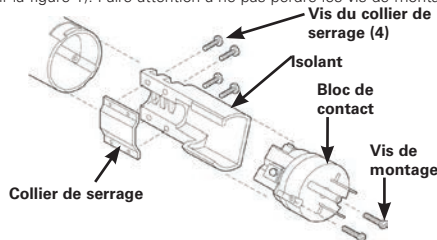

Figure 1
- Desserrer les deux vis de montage (# 4-40 x 5/8" de long) en face fiche mais ne pas enlever toute la façon de maintenir en captivité fonctionnalité. Enlever le bloc de contact, l'isolant et le collier de serrage du cordon. Noter le sens de l'isolant avant de l'enlever complètement (voir la figure 1). Faire attention à ne pas perdre les vis de montage.